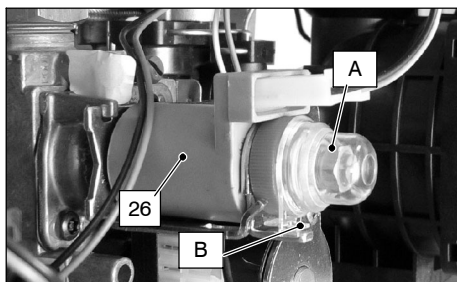

fig. 7.1
- 5 Rimuovere il cappuccio di protezione "A" dell'operatore modulante 26 in fig. 7.1 ruotandolo in senso orario per liberarlo dal fermo "B" e facendo leva con un cacciavite piatto nella scanalatura.